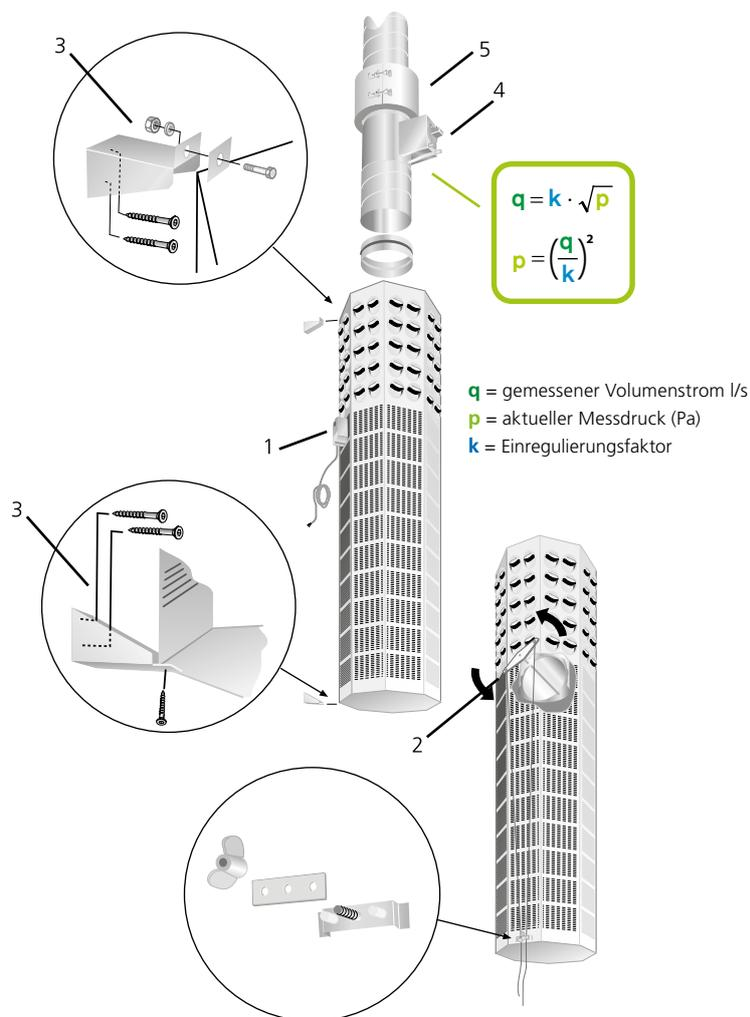

Abbildung 1. Montage, Einregulierung.
Regelbare Messeinheit (4) für die Einregulierung des Luftvolumenstroms, siehe Abbildung 1.
Das Montageteil (5) besteht aus verzinktem Stahlblech und wird verwendet, um die Montage und Demontage von Klappen zu erleichtern. Siehe Abbildung 1.
Aufhängungskonsolen (3) werden mitgeliefert. Diese werden an der Wand und am BOC befestigt, siehe Abbildung 1.
Der Luftvolumenstrom wird mit der regulierbaren Messeinheit (4), die im Kanal vor dem BOC platziert wird, eingestellt, siehe Abbildung 1. Hinweis: 4 und 5 sind im Lieferumfang nicht enthalten.
Erläuterungen zur Abbildung 1: